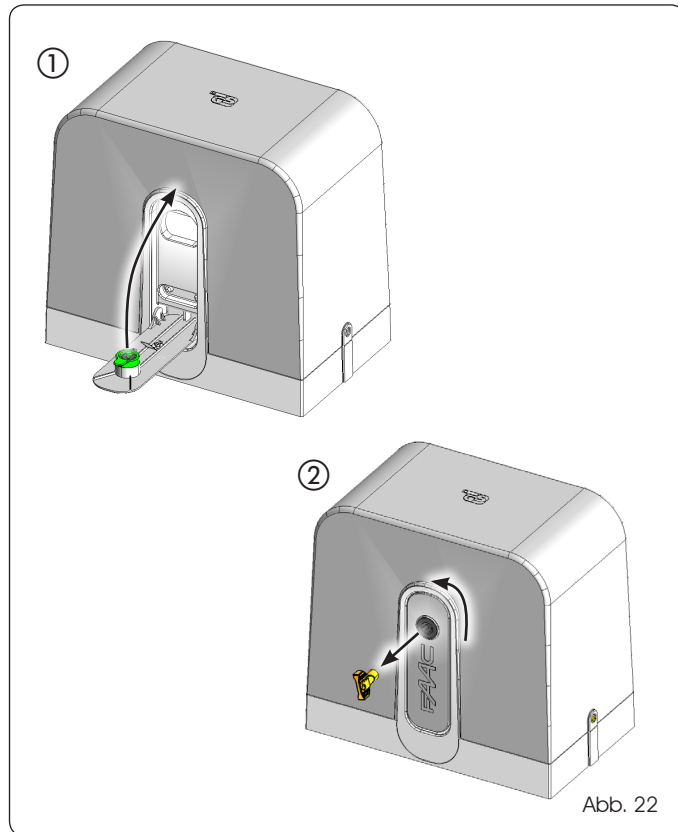

Abb. 22
1. Den Entriegelungshebel vollständig bis zum mechanischen Endanschlag anheben, Abb. 22 Bez. ①.
2. Die Entriegelung gemäß Abb. 22 Bez. ② gegen den Uhrzeigersinn drehen.